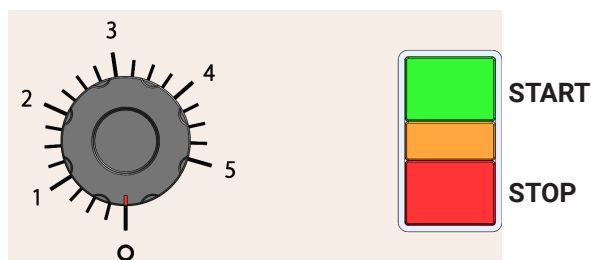

Abb. 6
- Um die Produkte aus dem Gerät zu entnehmen, stellen Sie einen entsprechend großen Behälter unter die Auslaufklappe und öffnen Sie die Klappe. Nach dem Öffnen stellen Sie den Zeitschalter (A Abb. 6) auf ca. 15 Sekunden und drücken dann die START-Taste, wodurch sich der Teller dreht und die Produkte aus dem Gerät kommen. Halten Sie die Auslaufklappe immer hoch, bis der Behälter leer ist.